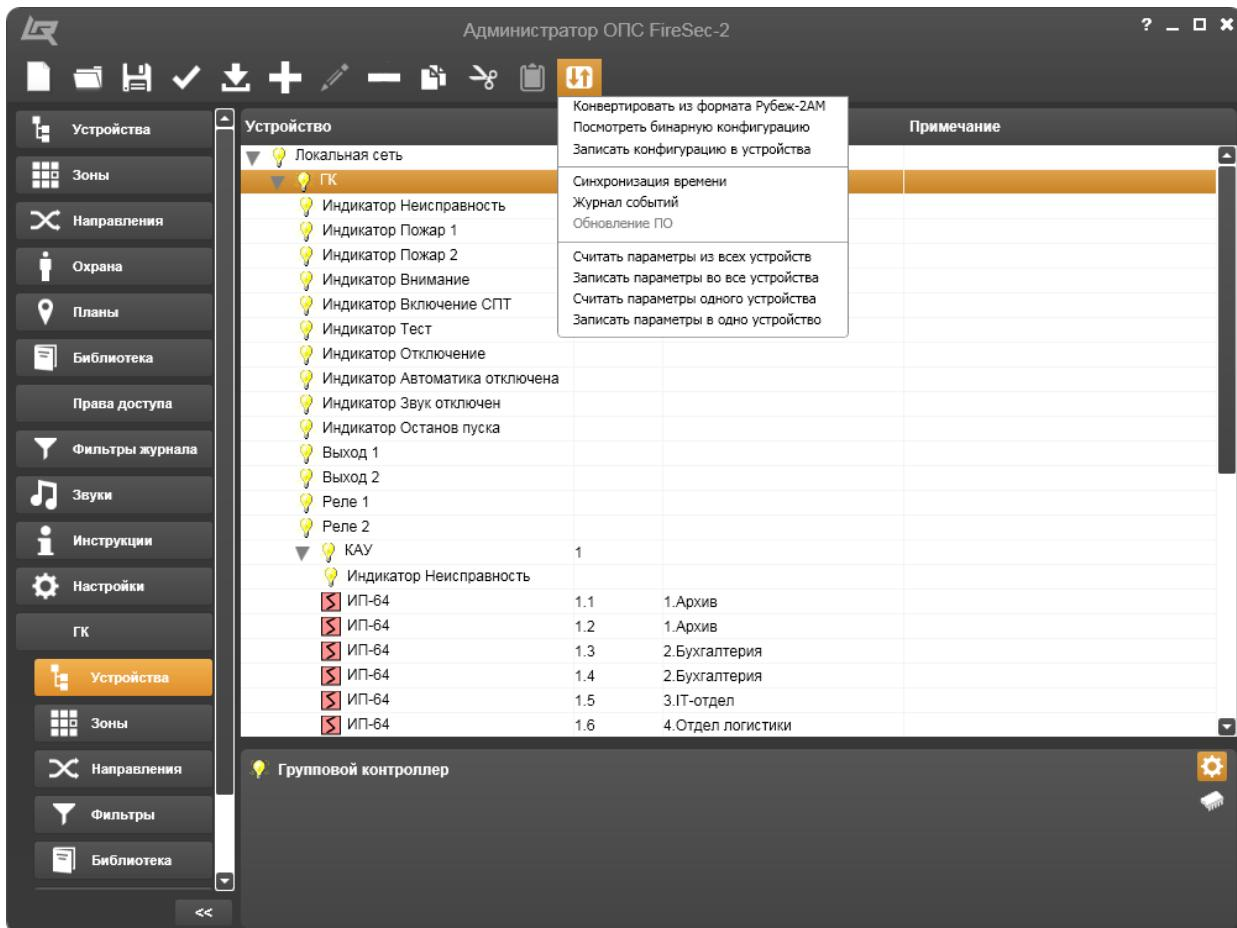

Рисунок 14.14.11 – Контекстное меню кнопки **Устройство** панели инструментов
– кнопка **Устройство** дает возможность обратиться к физическому устройству, которое находится в системе на объекте монтажа по адресу, выделенному в рабочей области. Щелчок на этой кнопке обеспечивает доступ к контекстному меню (Рисунок 14.14.11), в котором активность той или иной функции зависит от выделенного устройства в списке.